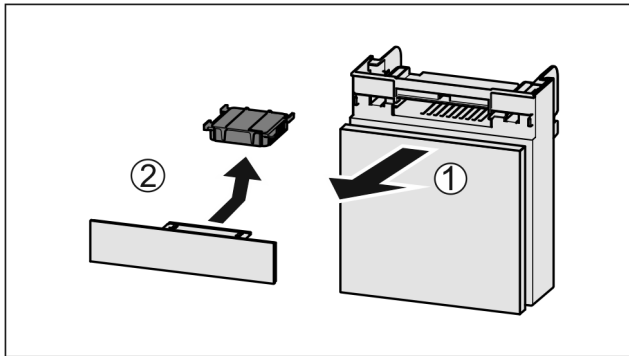

Fig. 159
- ▶ 向前拉出 Fig. 159 (1) 抽屉。
- ▶ 取出 Fig. 159 (2) 活性炭过滤器。